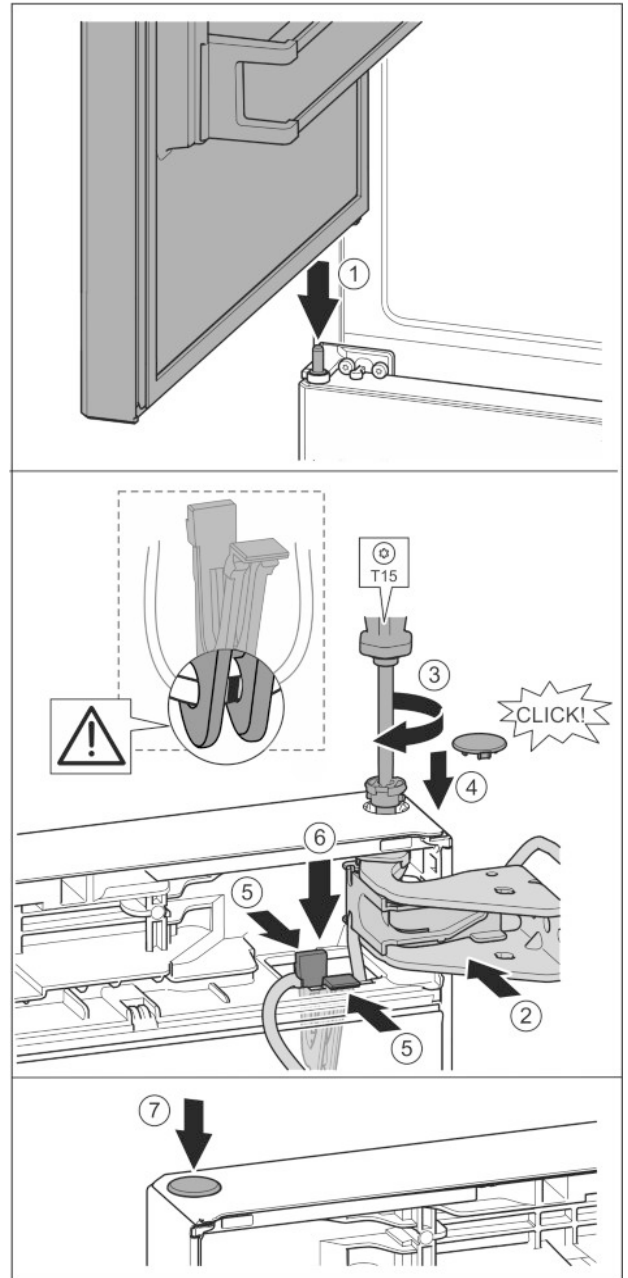

Fig. 36
- ▶ Obere Tür auf mittleren Lagerbolzen setzen Fig. 36 (1)
- ▶ Tür oben zur Öffnung im Lagerbock ausrichten. Fig. 36 (2)
- ▶ Bolzen einsetzen und mit Schraubendreher T15 festschrauben. Fig. 36 (3)
- ▶ Sicherungsabdeckung zur Sicherung der Tür montieren: Sicherungsabdeckung einsetzen und kontrollieren ob sie auf der Tür aufliegt. Ansonsten Bolzen vollständig einsetzen. Fig. 36 (4)
- Halter mit daran befestigtem Kabel in Öffnung einsetzen. *Fig. 36 (5)*
- Halter nach unten drücken bis die Lasche einrastet. *Fig. 36 (6)*
- Stopfen einsetzen. *Fig. 36 (7)*